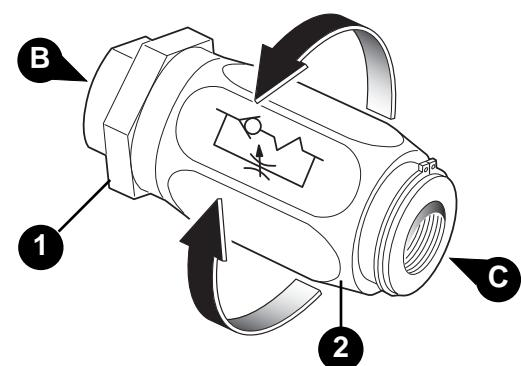

fig. 46
L'impianto oleodinamico è integrato con regolatori di flusso unidirezionali (Fig. 46) che permettono di regolare la quantità d'olio, in apertura od in chiusura secondo il senso di montaggio degli stessi.
- Flusso da B a C libero (Fig. 46);
- Flusso da C a B strozzato (regolato) (Fig. 46).